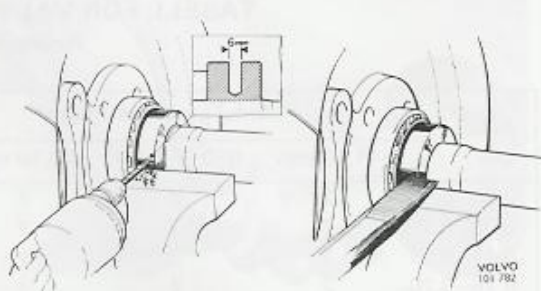

Bild 21. Demontering av låsring
6. Borra ett 6 mm hål i låsringen enligt bild 21. Borra ej så djupt att axeln skadas. Spräck ringen med en huggmejsel. OBS! Anbringa mejseln på ringens ytterkant så att lagret ej skadas om det skall användas igen. Lossa axeln från skruvstycket och ta bort låsringen.